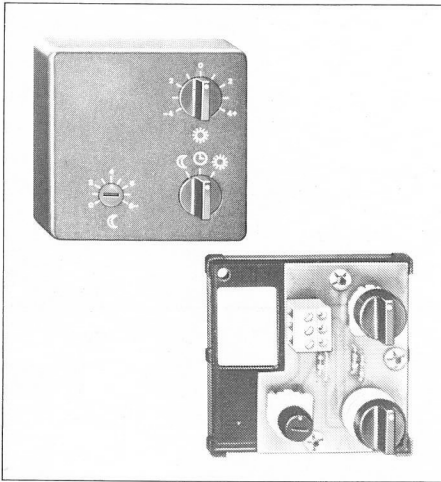

Bild 8 Fernbedienung FB4/FBN, Raumfühler RFS3
4.2.1 Fernbedienung FB4 (Bild 8)
4.2.2 Fernbedienung FBN (Bild 8)
4.2.3 Raumfühler RFS3 (Bild 8)
3.4 Fernbedienung FBN, Raumfühler RFS3/RFN (Bild 8 u. 9)